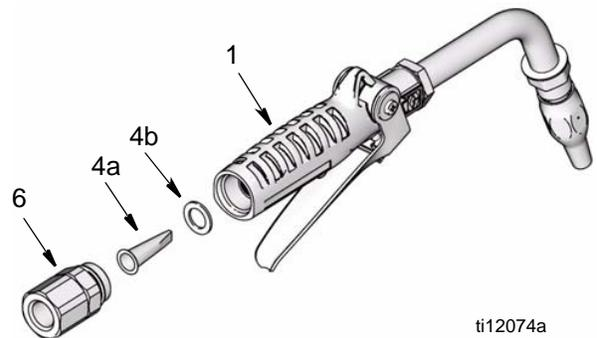

FIG. 1
2. Desenrosque el adaptador de la manguera del racor giratorio (6).
3. Saque el racor giratorio (6) del mango de la válvula (1).
4. Saque el filtro (4a) y la arandela (4b) del interior del racor giratorio (6).
5. Cambie la arandela (4b) y el filtro (4a). Consulte la FIG. 1 para garantizar la correcta orientación del filtro en el racor giratorio.